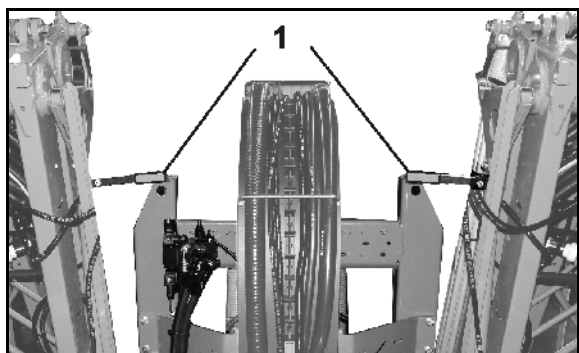

Fig. 11
- Fig. 11/...
(1) Visuel kontrol af låsningen af **Super-S**-bommen